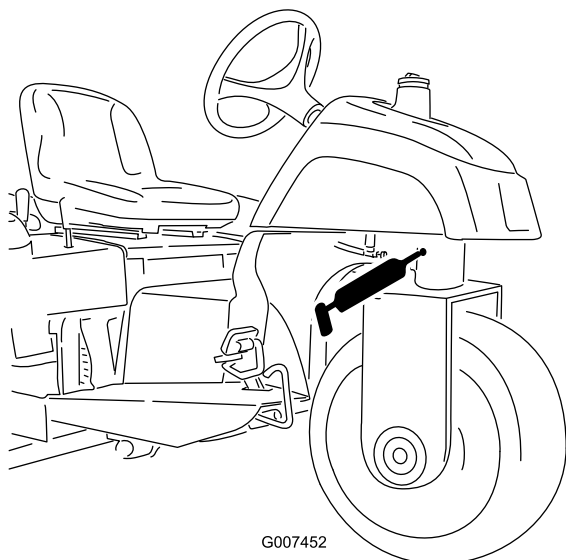

图 24
- 转向枢轴 (图 24)
注意 转向枢轴上的平式接头图 24 需要一个黄油枪喷嘴转换器。Toro 订购零件号为 107-1998 可从 Toro 授权经销商处购买。